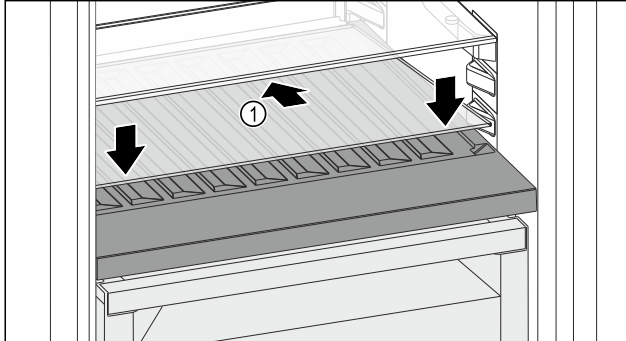

Fig. 110
- Posizionare il ripiano di vetro Fig. 110 (1) inclinato indietro e verso il basso.
- Abbassare la parte anteriore del ripiano di vetro Fig. 110 (1).